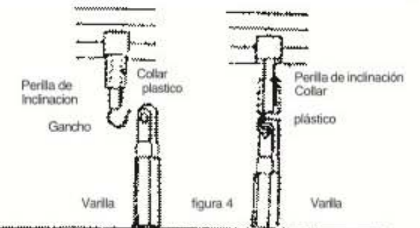

figura 4
4. Deslice el collar plástico hacia arriba en la perilla de inclinación (Ver Figura 4). Deslice el collar plástico hacia abajo en la perilla de inclinación (Ver Figura 4). Deslice el collar plástico hacia abajo en la perilla de inclinación (Ver Figura 4).